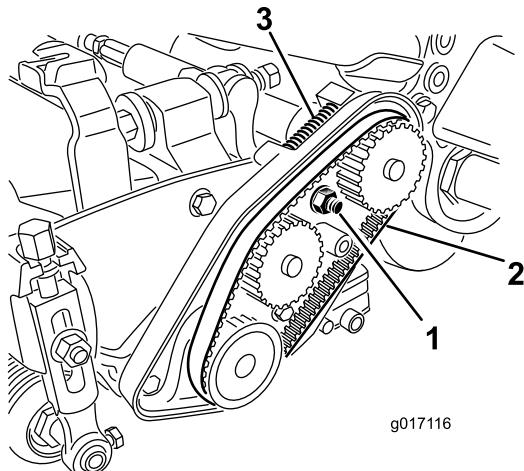

图17
- 松开轴承座螺母 (图17)。
- 拆下皮带 (图17)。
- 确保压缩弹簧对皮带 (图17) 施加张紧力。